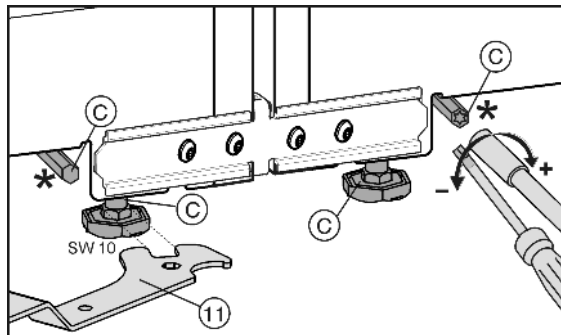

Fig. 8
可以通过任意叉形扳手 Fig. 8 (11) 调节前面的垫脚，通过一个 Torx® 25 螺丝刀调节后面的垫脚*。